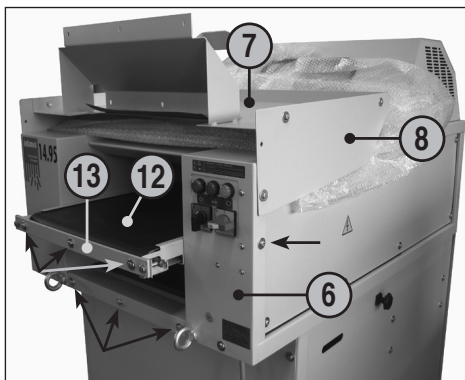

fig. 1
- 6 = Cárter (fig. 1, 2, 4)
- 7 = Mesa (fig. 1, 2, 4, 5, 6)
- 8 = Chapa de protecção (fig. 1, 2, 4)
- 12 = Fita de transporte (fig. 1, 2)
- 13 = Dispositivo de fixação da fita de transporte (fig. 1)
POSICIONAMENTO DA MESA (7) (fig. 1, 2 e 3):
1. Desapertar os três parafusos e respectivas anilhas em cada um destes pontos: no cárter (6), no topo do dispositivo de fixação da fita de transporte (13) e um parafuso debaixo da chapa de protecção (8), em ambos os lados (ver marcações com setas na fig. 1).